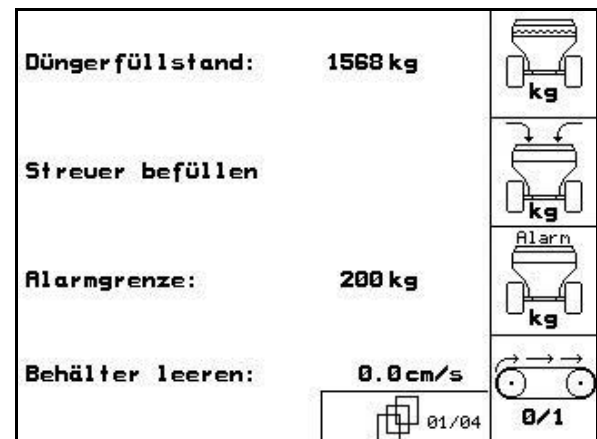

Рис. 5
### Страница 1 (Рис. 5):
- ZG-B Drive:** (Рис. 5)